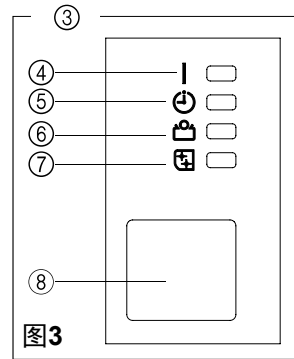
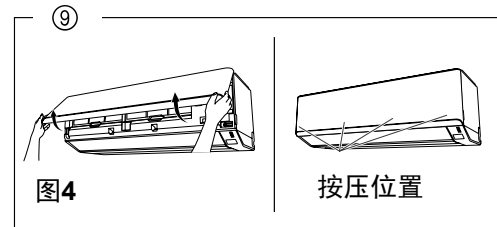

图3
图4
- ② 强制自动按钮
### ③ 指示灯 (图3)
- ④ 运转指示灯
- ⑤ 定时器指示灯
- ⑥ 省电指示灯
- ⑦ 机内干燥指示灯
- ⑧ 遥控器信号接收窗
### ⑨ 回风格栅 (图4)
- ⑩ 前面板
- ⑪ 空气过滤网
- ⑫ 上下风向板
- ⑬ 左右风向板
- ⑭ 排水管
- ⑮ 供电插头
- ⑯ 供电电线
- ⑰ 扩散板